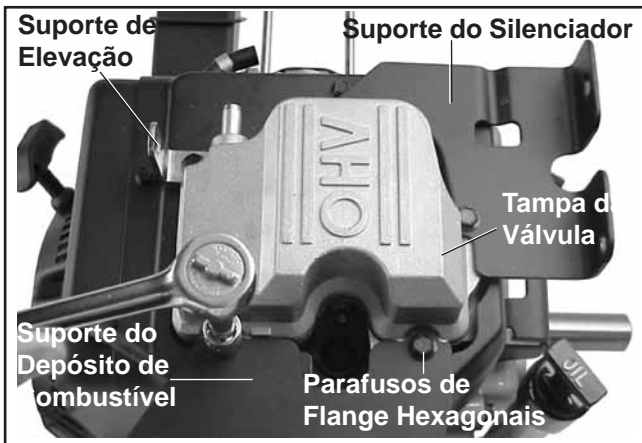

Figura 9-22. Retirar a Tampa da Válvula.
1. Retire os cinco parafusos de flange hexagonais da tampa da válvula. Anote a orientação do conjunto de quaisquer suportes ligados (elevador, depósito de combustível, silenciador) e espaçadores soltos, se utilizados. Consulte a Figura 9-22.